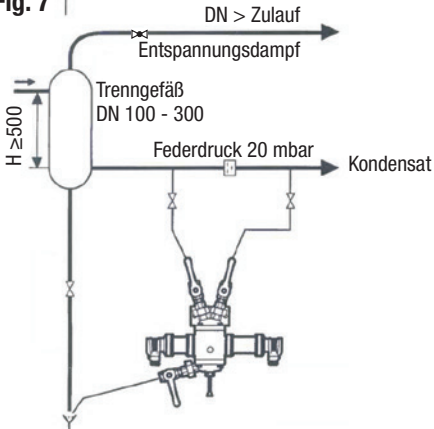

Fig. 9
Sollte dies keine Abhilfe bringen und/oder starker Entspannungsdampf vor dem Messwertgeber auftreten, ist ein Trenngefäß vorzuschalten. **Fig. 9**.
- Fig. 9** Einbaubeispiel für Wasserdampfkondensat mit großem Nachverdampfungsanteil.